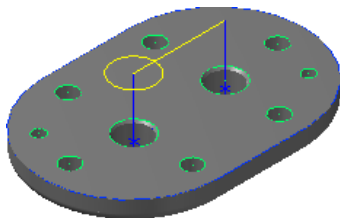

图 16.20 刀具路径
(3) 单击“2D 刀具路径 - 钻孔/全圆铣削 深孔钻-无啄孔”对话框中的 **✓** 按钮, 完成加工参数的设置, 此时系统将自动生成图 16.20 所示的刀具路径。